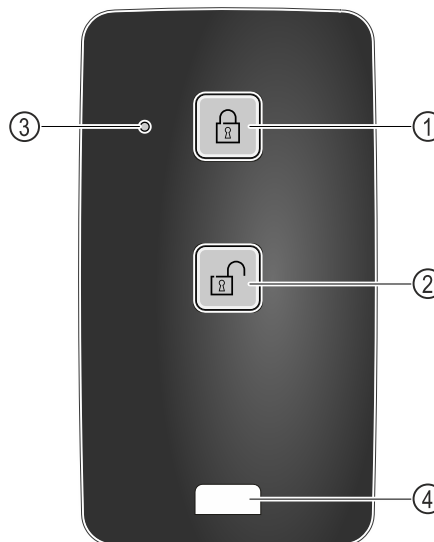

Fig. 245
- Premere il tasto Fig. 245 (1) sul telecomando.
- Premere il tasto Fig. 245 (2) sul telecomando.
- Il LED di stato Fig. 245 (3) fornisce un feedback visivo quando viene premuto un pulsante.
- Occhiello Fig. 245 (4) per agganciare il telecomando, ad esempio a un portachiavi.